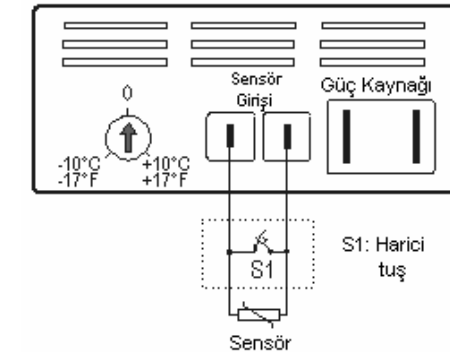

Fig.2
5. HARİCİ TUŞ BAĞLANTISI (FIG.2)